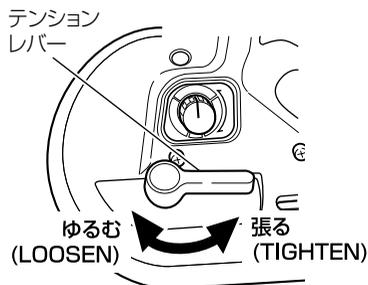

図 30
- (2) テンションレバーを図 30 のゆるむ方向に回転させます。
(図 30)
- (5) テンションレバーを、前ページの図 30 の張る方向に回転させ、帯のこを張ります。